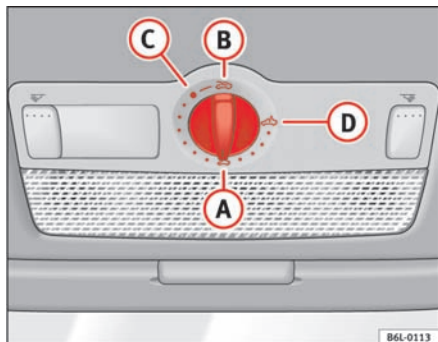

Fig. 52 Udsnit af soltaget: drejekontakt til skyde-/vippetag
- Drej kontakten til position **A** ⇒ fig. 52 ⇒